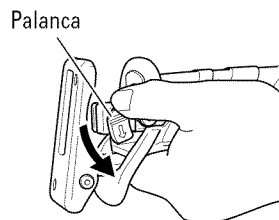

Fig. 3
- (2) Empuje la palanca en la dirección de la flecha indicada en la Fig. 3 y marcada en la misma. Si gira el manguito del sujetador hasta la mitad conseguirá asegurarlo automáticamente.
- (2) Después de haber empujado la palanca en la dirección de la flecha mostrada en la Fig. 3, gire la hoja de manera que quede dirigida hacia abajo. La hoja debe caer por su propio peso. Si la hoja no cae, extráigala con la mano.